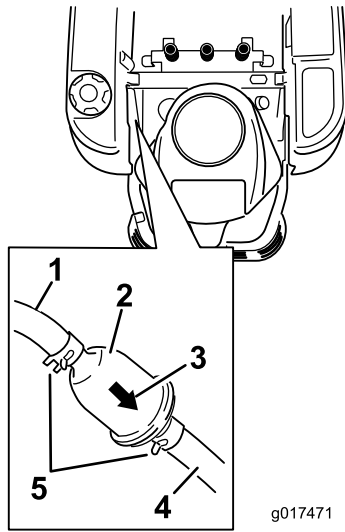

Figure 37
3. Repérez le filtre à carburant sur le côté du moteur, comme illustré (Figure 37).
4. Pincez les extrémités des colliers et éloignez les colliers du filtre (Figure 37).
6. Posez un filtre neuf en veillant à orienter la flèche indiquant le sens d'écoulement vers le moteur. Rapprochez les colliers de flexibles du filtre (Figure 37) pour le fixer en place.